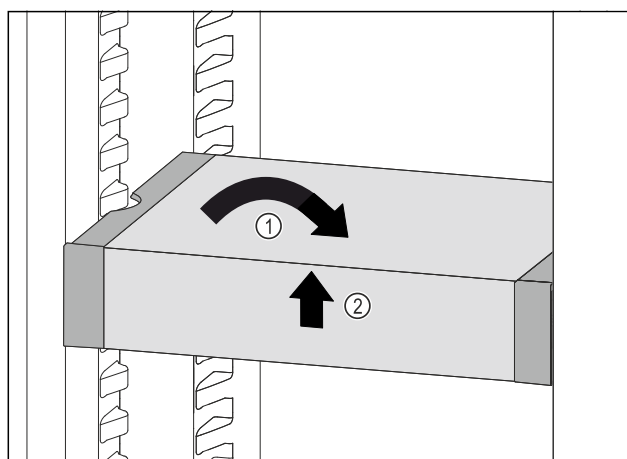

Fig. 96
- Collocare VarioSafe in maniera dritta. Fig. 96 (1)
- Sollevare VarioSafe dal lato anteriore. Fig. 96 (2)